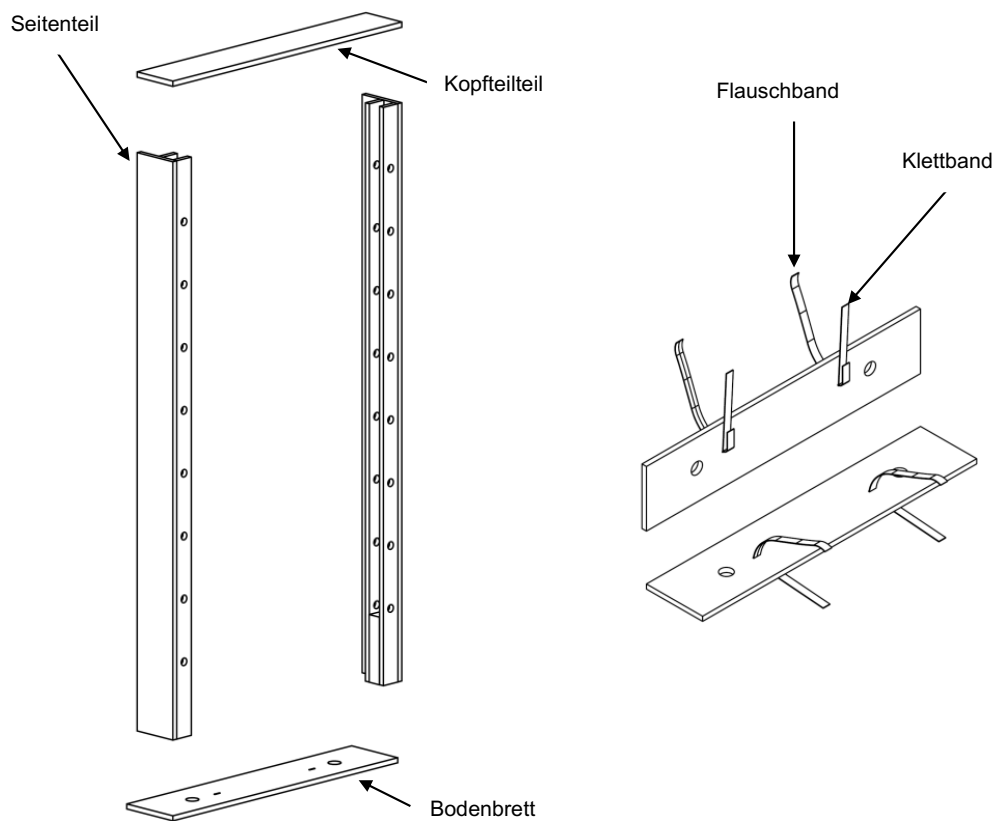

Abb. 3: Zusammenbau des Rahmens und Befestigung von Klett und Flausch
Um die neigbare Sprossenwand montieren zu können muss zuerst der Rahmen montiert werden. Tackern Sie dazu das Klettband ⑥ mit den Haken nach oben unter das Bodenbrett in die dafür vorgesehene Aussparung. Das Flauschband ⑦ tackern Sie ebenfalls unter das Bodenbrett und ziehen es dann durch das Langloch (siehe Abbildung 3). Anschließend verschrauben Sie die Einzelteile mit den entsprechenden Schrauben (Spaxschraube 5 x 80), wie in Abbildung 3 dargestellt. Die Löcher für die Schrauben wurden bereits vorgebohrt.